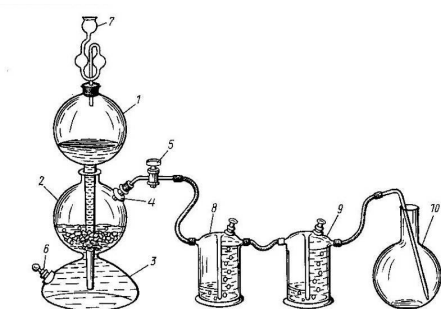

Рис. 1.7. Прибор (аппарат) Киппа.
Прибор Киппа состоит из трех резервуаров (рис. 1.7). Верхний резервуар (1) является шарообразной воронкой с длинным сужающимся концом. Резервуар (1) вставлен в средний резервуар (2) на шлифе. Над верхним резервуаром устанавливается предохранительная склянка (7).